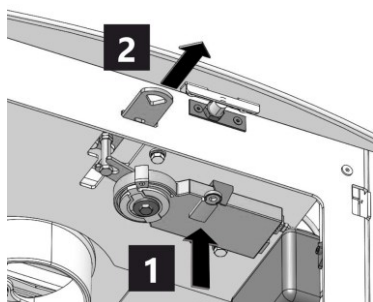

Fig. 1 – Modèle A
If the blackout is longer, you can attach a magnet to the actuator to release the air control (see Fig. 1 or 2) and continue to heat manually according to **INSTALLATION INSTRUCTIONS**, chapter **Operation of the product**, section **3 Heating and reloading**.
Yes, the stove can also be heated manually (e.g. when the paint is initially burnt off or in the event of a long-term blackout). Place a magnet on the actuator to release the air control (see Fig. 1 or 2). Then follow **INSTALLATION INSTRUCTIONS**, chapter **Operation of the product**.
- Ne branchez pas l'EHC dans une prise de courant. Dans le compartiment à bois désactivez le servomoteur de l'EHC à l'aide de l'aimant et placez la commande d'air en position "complètement ouverte" (flèche 2) – Fig. 1 ou 2. Placez l'aimant à l'endroit indiqué par la flèche 1 jusqu'à ce qu'un léger déclic se fasse entendre et que la commande d'air soit libre de bouger.